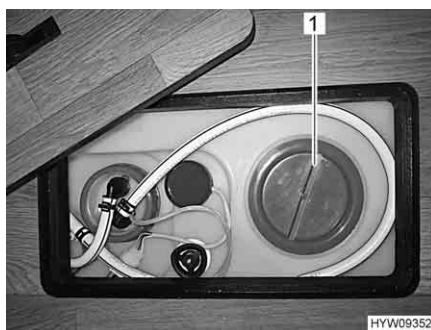

Fig. 190 Apertura per la pulizia (serbatoio dell'acqua)
- Staccare il coperchio (Fig. 190,1) del serbatoio dell'acqua.